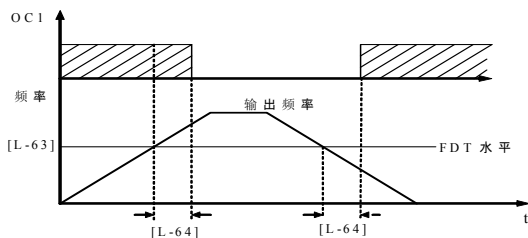

图 5-21 频率水平检测 (FDT)
- 2: 频率水平检测信号（FDT）。当变频器的输出频率超过 FDT 频率水平时，经过设定的延时时间后，输出有效信号（低电平），当变频器的输出频率低于 FDT 频率水平时，经过同样的延时时间后，输出无效信号（高阻）。频率水平检测（FDT）如图 5-21 所示。
本参数用于设定频率检测水平, 当输出频率高于 FDT 设定值时, 经过参数 L-64 设定的延迟时间后, 输出有效信号。其中 L-64 与电流上限 (相对于额定电流的百分比) 复用, 当变频器输出电流高于此值时, 输出有效信号。(OC1、OC2 或继电器端子, 参阅图 5-21 及参数 L-59、L-60、L-61 的相关说明)。